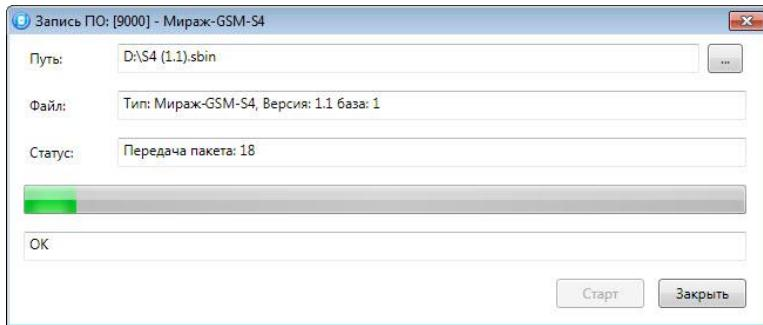

Рисунок 14.1 — Окно Запись ПО
2. В открывшемся окне *Запись ПО* (см. рисунок 14.1) укажите путь к файлу новой версии встроенного ПО контроллера на вашем ПК (файл имеет расширение **.sbin**) и нажмите кнопку *Старт*.